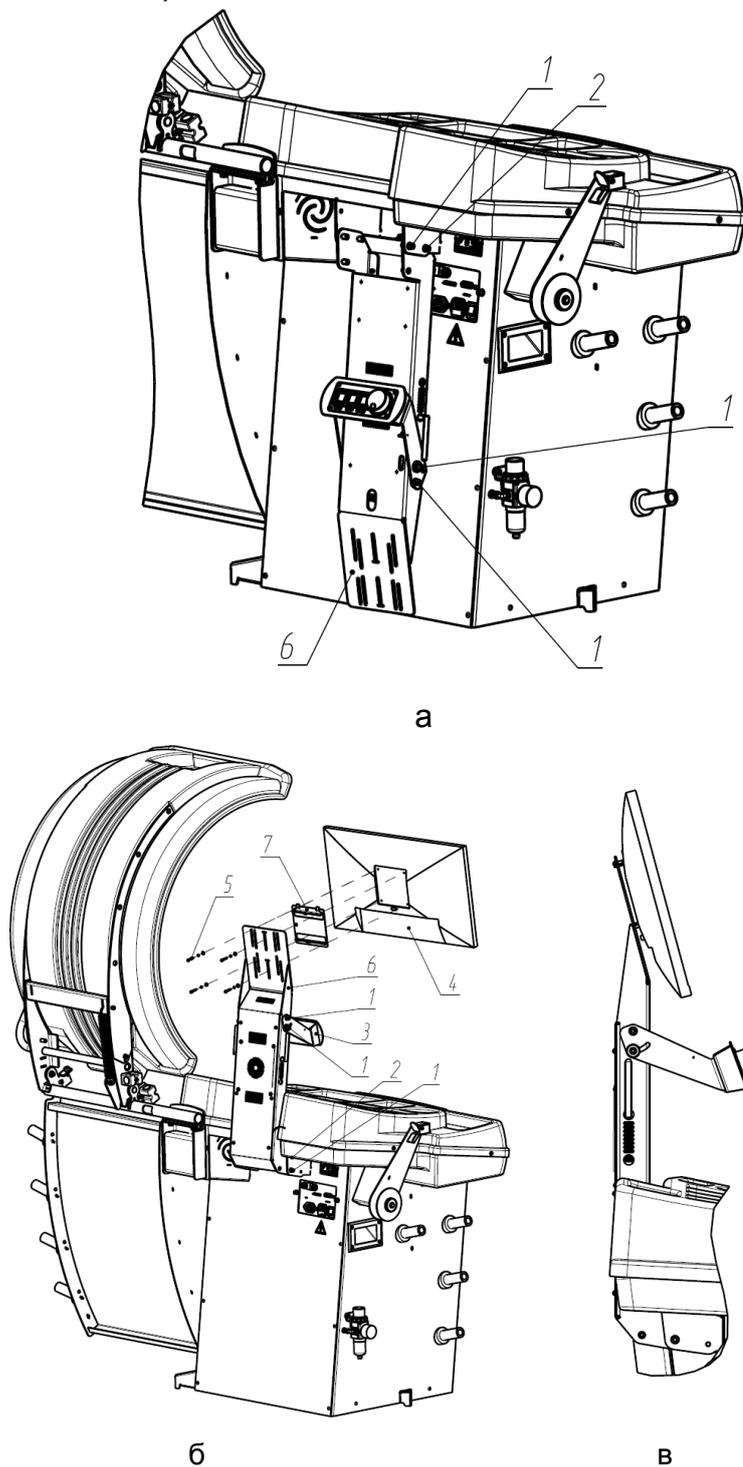

Рисунок 4.5
- ослабить винты поз.1 (рисунок 4.5 а);
- выкрутить винты поз.2 (рисунок 4.5 а).
- Затем (Рисунок 4.5 б):